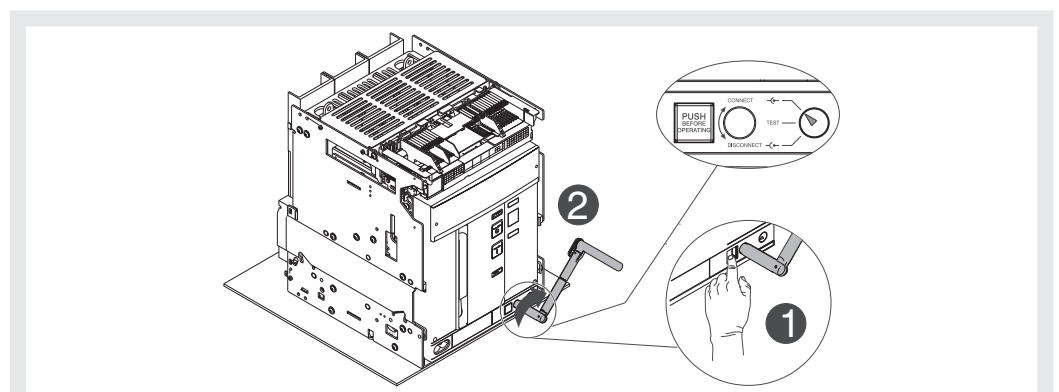

Figura 46
11. Premere il pulsante di blocco e ruotare la manovella in senso orario sino a quando il pulsante fuoriesce ed il segnalatore indica che l'interruttore è in posizione **CONNECT**. Vedi Figura 46.